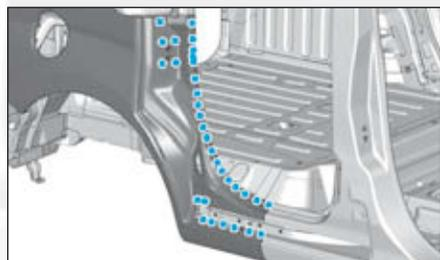
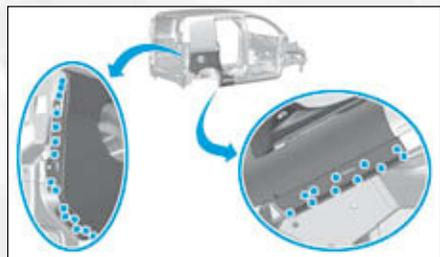

FIG.164
FIG.165
- Dépointer les points (Fig.164) et (Fig.165).